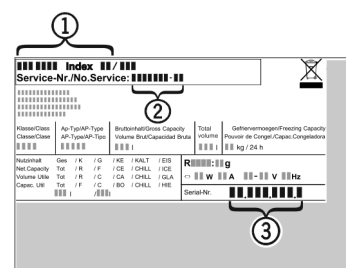

Fig. 15
- ▶ Z typového štítku odčítajte označenie zariadenia Fig. 15 (1), servisné č. Fig. 15 (2) a sériové č. Fig. 15 (3). Typový štítok je na ľavej vnútornej strane zariadenia.
- ▶ Upovedomte zákaznický servis a oznámte chybu, označenie zariadenia Fig. 15 (1), servisné č. Fig. 15 (2) a sériové č. Fig. 15 (3).